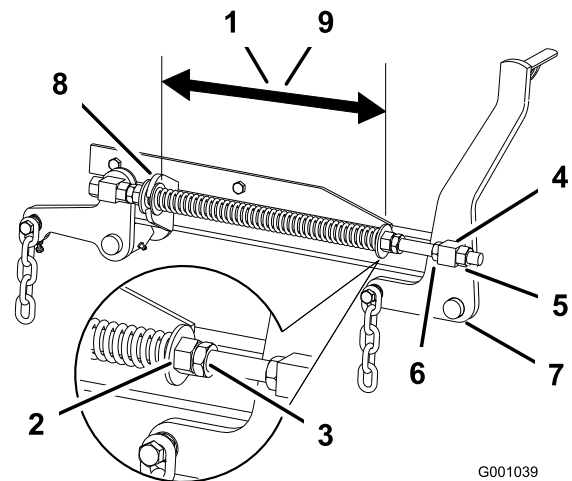

Figura 86
e 26,7 cm para plataformas de cortador de 152 cm (Figura 86).
3. Ajuste esta distância desapertando a porca de segurança da mola e rodando a porca em frente de cada mola (Figura 86). Rodar a porca no sentido dos ponteiros do relógio encurta a mola; no sentido contrário ao dos ponteiros do relógio estica a mola.
4. Bloqueie a porca na posição apertando a porca de segurança da mola (Figura 86).